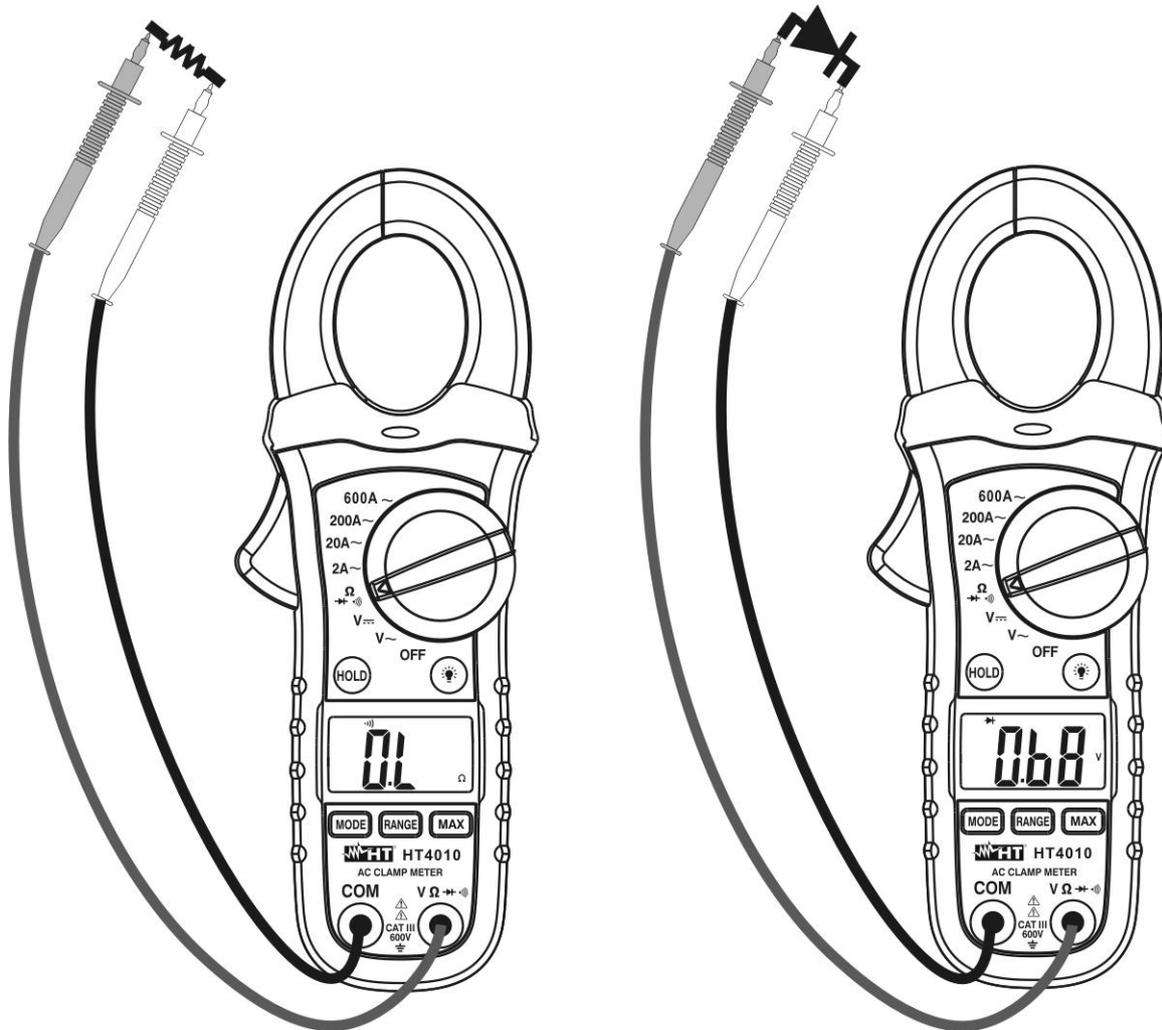

Fig. 6: Uso da pinça para Teste de Continuidade e Teste de díodos
3. Inserir o cabo vermelho no terminal de entrada  $V\Omega \rightarrow \text{diode with sound waves}$  e o cabo preto no terminal de entrada **COM** e executar o teste de continuidade no objecto em teste (ver Fig. 6 – parte esquerda). O indicador sonoro emite um sinal acústico quando o valor da resistência medido é inferior a cerca de  $150\Omega$
5. Ligar a ponteira vermelha ao ânodo do díodo e a ponteira preta ao cátodo no caso de medição da polarização directa (ver Fig. 6 – parte direita). Inverter a posição das ponteiros no caso de medição da polarização inversa